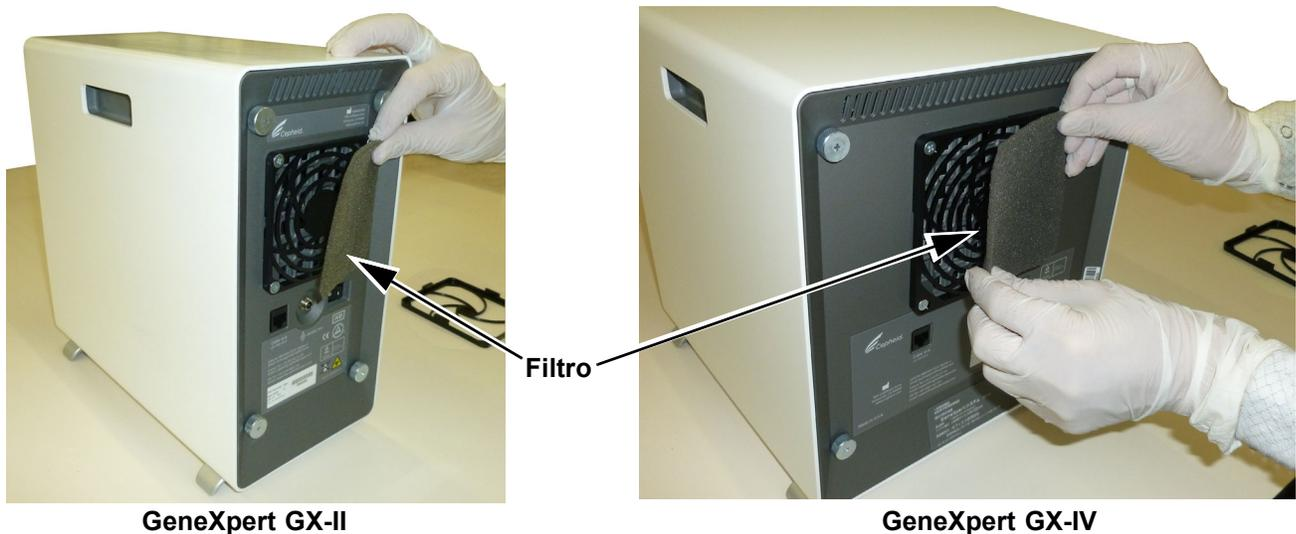

Figura 9-10. Rimozione del filtro
5. Rimuovere il filtro sporco per pulirlo. Vedere la Figura 9-10.